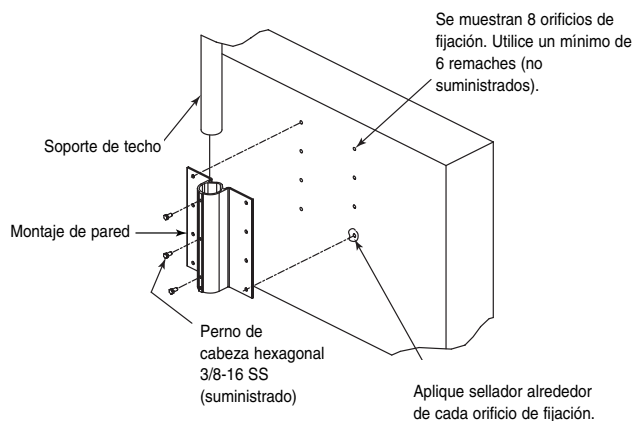

Figura 2 Instalación del montaje en pared
- b. Utilizando el soporte de montaje en pared como plantilla, colóquela en el punto deseado y marque los orificios sobre la pared (consulte la FIGURA 2). Utilice un mínimo de seis (6) remaches (no suministrados): tres (3) remaches para cada lado del soporte de montaje.
- d. Aplique sellador de buena calidad alrededor de cada orificio, anclaje o espárrago en la superficie de montaje (consulte la FIGURA 2).
- j. Gire el soporte de techo para girar el AutoDome fuera de la azotea y devolverla a la posición deseada. Apriete los tres (3) pernos hexagonales de acero inoxidable de 10 mm (3/8 pulg.) (suministrados; consulte la FIGURA 2) para fijar el soporte de techo en su posición.